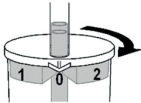

Abb. 2
3. Voor normale afzuiging draait u de pot totdat de pijl op het deksel naar een open stand ("0") wijst (Fig. 2)